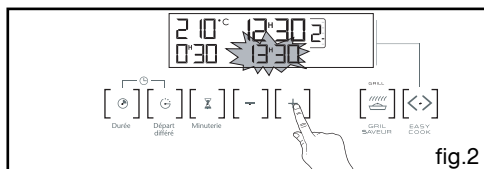

fig.2
– Tournez le sélecteur de fonctions sur la position "VOLAILLE". L'indicateur "ECO" s'allume dans l'afficheur (fig.2).